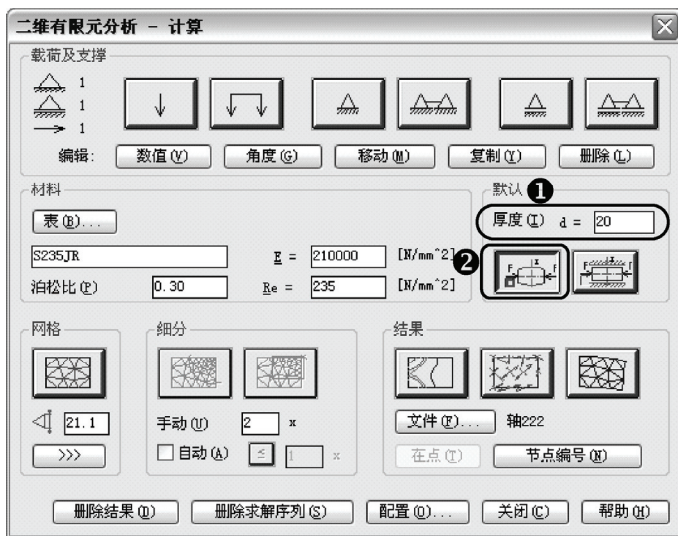

图 13-28 默认选项操作
6) 在“默认”选项中的“厚度(I) d=”中输入厚度“20”，单击“默认”选项中左边的按钮（允许弹性变形），如图 13-28 所示。